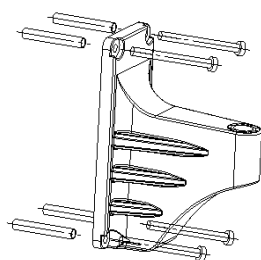

Abb. 1
4. Befestigen Sie die Konsole mit den vier selbstschneidenden Schrauben (Abb. 1).